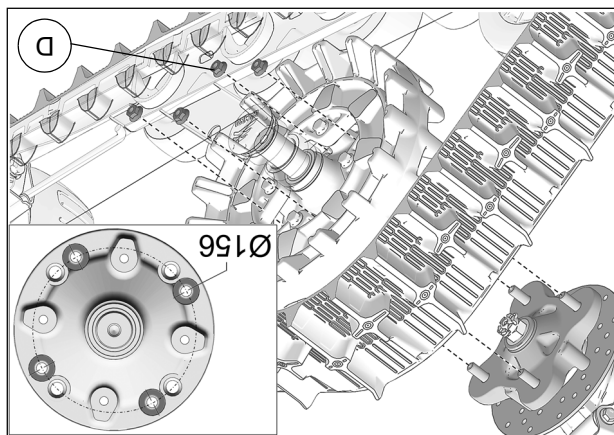

Fig. 18
7. Fixer le système de traction au moyeu de roue avant. Utiliser le cercle de perçage de Ø156mm et les écrous de roue 3/8-24 (D) fournis. Voir la Fig. 18